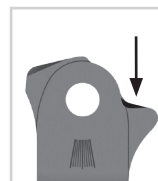

Fig. 23
- 1 Limare la staffa per piede modulare lungo nella zona del naso (fig. 23).